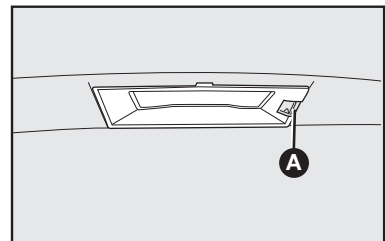

fig. 60
1) quitar la lente **A-fig. 60**, utilizando un destornillador en el punto indicado;